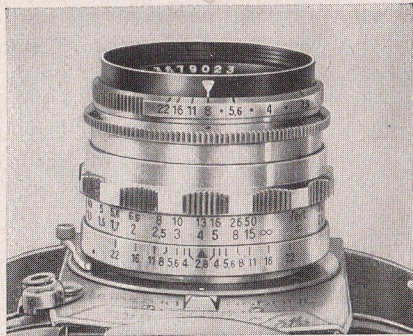

Abb. 14
der Mattscheibe im Lichtsacht (11) einwandfrei scharf ist. Dann steht die Aufnahme-Entfernung in der Meterskala auf dem Einstellring (23) der roten Markierung gegenüber (Abb. 14/15).
auf das eingestellt worden ist. Näheres sagt die Tiefenschärfen-Skala (22) am Objektiv der EXAKTA Varex: Links und rechts von der Mitten-Markierung ist eine Blendenskala vorhanden. Auf der einen Seite liest man ab, von welcher Meterzahl an genügende Schärfe vorhanden ist, und auf der anderen Seite, bis zu welcher Meterzahl die Schärfe reicht (= Tiefenschärfen-Bereich). Die in Frage kommende Meterzahl steht der gewählten Blende gegenüber. Steht auf der einen Skalenhälfte die gewählte Blende - von der Mitte ausgegangen - hinter dem Unendlichkeitszeichen ( $\infty$ ), dann erstreckt sich die Schärfe bis Unendlich. Beispiel (siehe Abb. 14): Einstellung auf 4 m und Blende 8: Schärfe von ca. 2,60 m bis 8 m (verwendet wurde ein Objektiv mit 5 cm Brennweite). Bei einem Objektiv mit 5,8 cm Brennweite ergibt sich eine kleine Verminderung der Tiefenschärfe: Einstellung auf 4 m, Blende 8: Schärfe von ca. 2,80 m bis ca. 7,50 m (siehe Abb. 15). - Sämtliche Entfernungangaben aller Objektive sind von der Filmebene der EXAKTA Varex bis zum Objekt gemessen.
Beim größten Teil dieser Objektive wird der hinter dem Blendenstellring angebrachte Rändelring (Abb. 14 u. 15) zurückgedrückt und dabei gedreht, bis die gewünschte Blendenöffnung dem roten Markierungspunkt gegenübersteht. Dann läßt man den Rändelring zurückfedern. Jetzt hat der Blendenring an der „vorgewählten“ Blendenöffnung einen festen Anschlag und kann ohne visuelle Überprüfung nach dem Einstellen mit voller Öffnung bis zu diesem Anschlag gedreht werden. - Bei anderen Objektiven ist die Handhabung ähnlich, jedoch wird bei ihnen der Rändelring nach vorn gezogen.